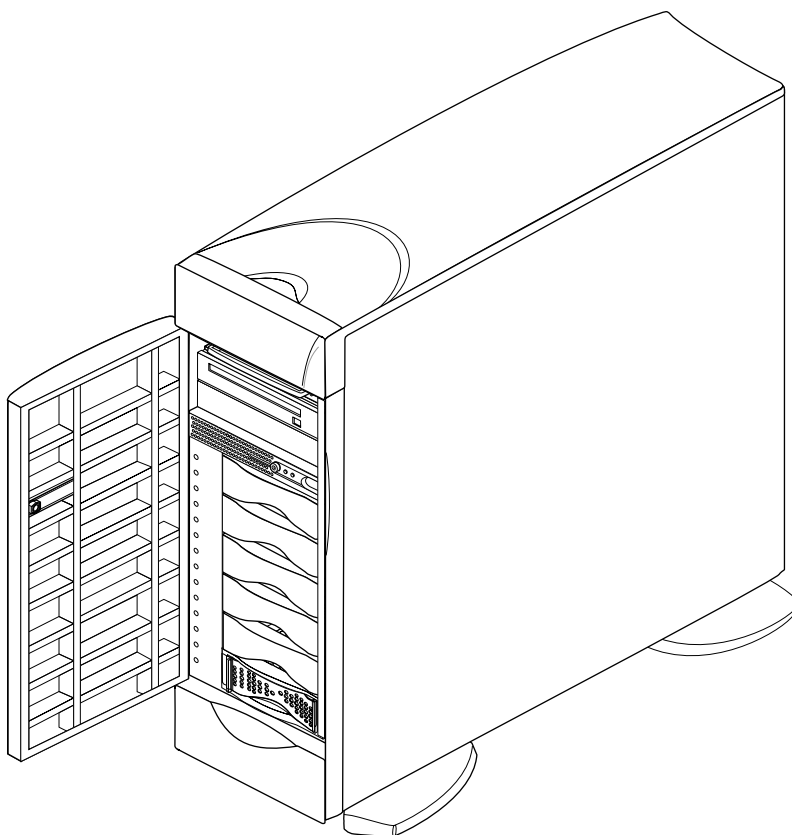

Figure 7-17 Ouverture du panneau avant de l'Origin200
1. Ouvrez le panneau avant du châssis comme illustré à la Figure 7-17.